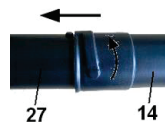

Рис. 6
Вставьте удлинительную трубку (14) в распылительную трубку (27) и поверните первую в желаемое положение (Рис. 6).